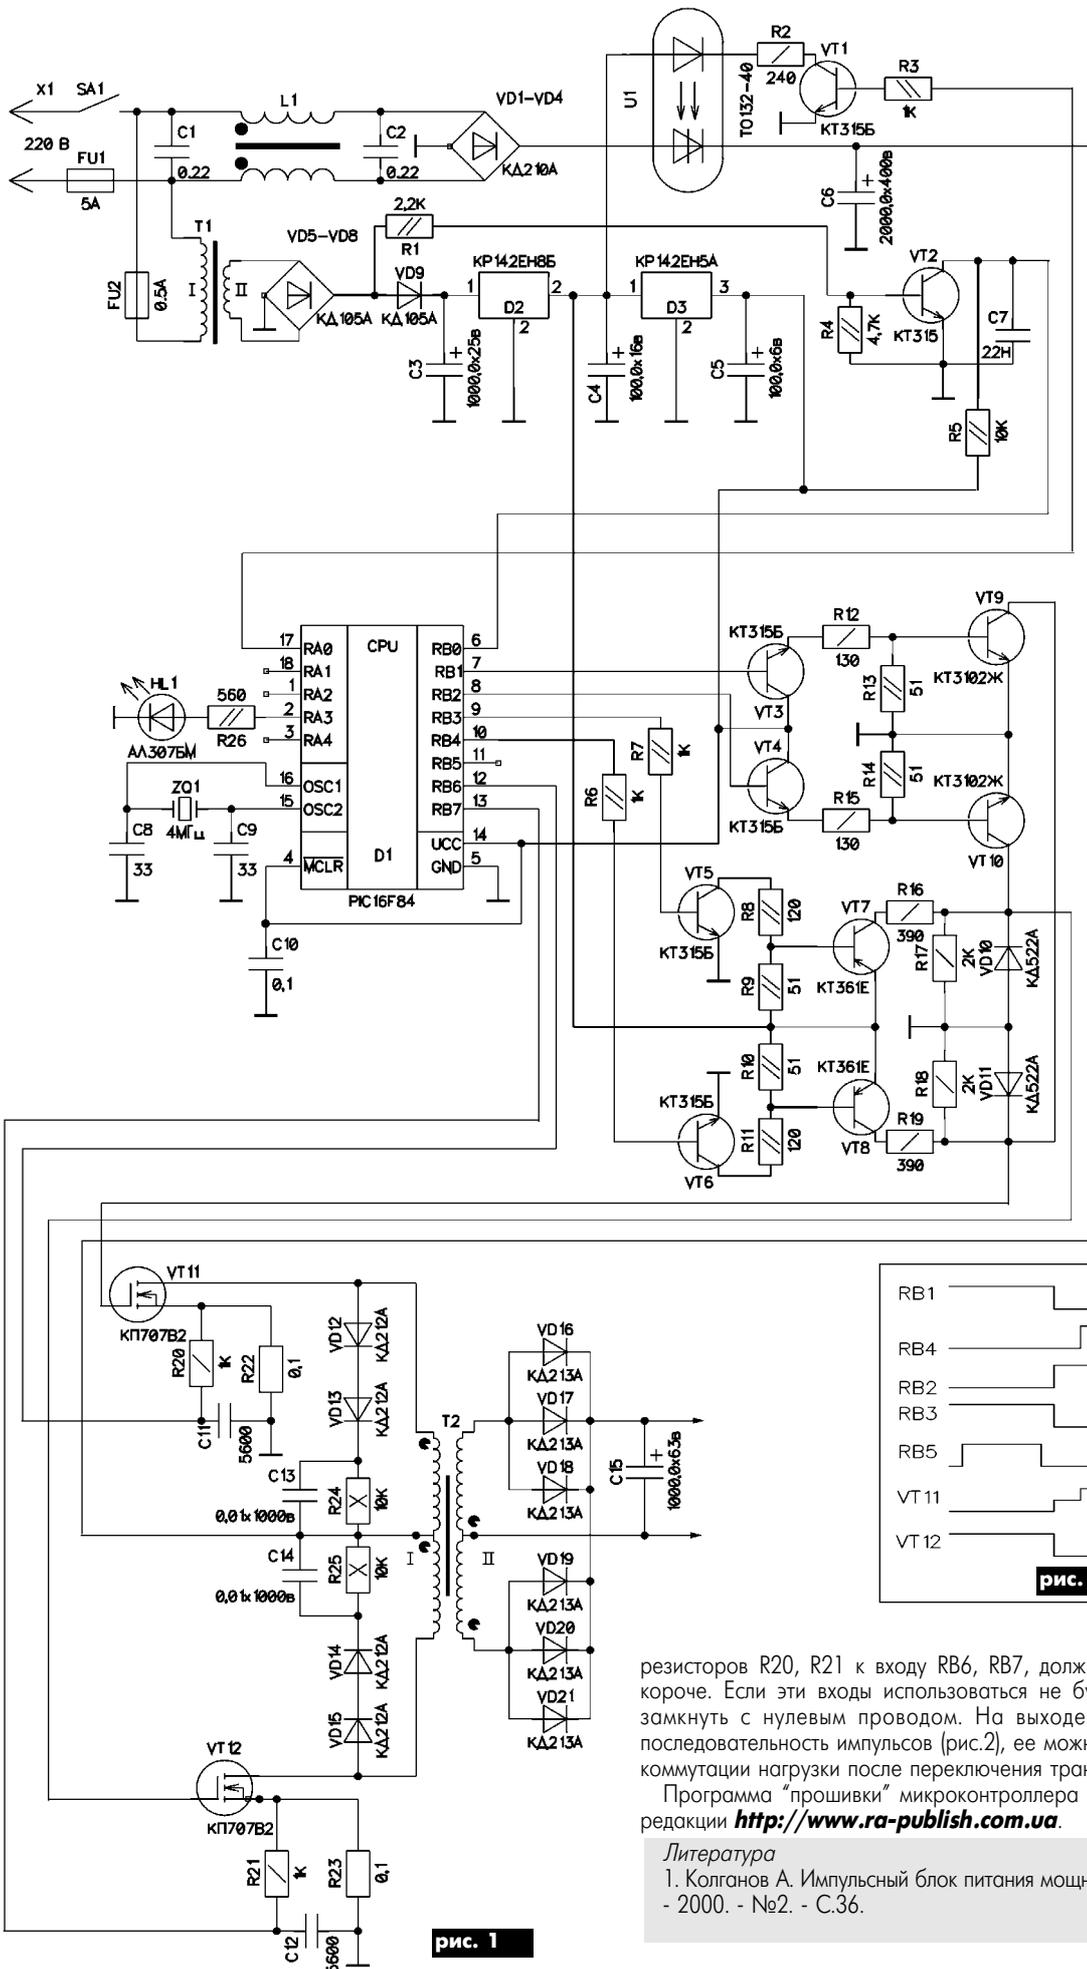

рис. 1
За основу конструкции (рис. 1) была взята схема, приведенная в [1]. Сетевое напряжение, пройдя через высокочастотный заградительный фильтр L1, поступает на выпрямитель VD1-VD4. Сетевое напряжение поступает на трансформатор T1, затем на диоды VD5-VD9, стабилизатор напряжения D2, с которого запитываются светодиод оптрона U1 и транзисторные ключи VT7-VT8. Это же напряжение преобразуется стабилизатором на микросхеме D3 для запитки контроллера D1 и ключей VT3-VT4. Пульсирующее напряжение частотой 100 Гц преобразуется формирователем на VT2, R1, R4, R5 в отрицательные импульсы длительностью примерно 1 мс в моменты перехода через ноль сетевого напряжения и поступают на вход INT-контроллера. После некоторой задержки, вызванной выходом контроллера в нормальный режим, на выходе RA0 микросхемы D1 начинают появляться положительные импульсы длительностью 12 мкс, которые открывают транзистор VT1, а также оптодиристор U1 в конце полу волны сетевого напряжения. Примерно в течение трех секунд эти импульсы
Характеристики приборов Flash-памяти семейства AT49F(HF), имеющих напряжение питания 5 В, представлены в **табл. 1**, с питанием 2,7 В - в **табл. 2**, с питанием 3 В - в **табл. 3**. Внешний вид корпусов с цоколевкой выводов для МК AT49BV/LV001(N)(T) показан на **рис. 1**. Осциллограммы цикла